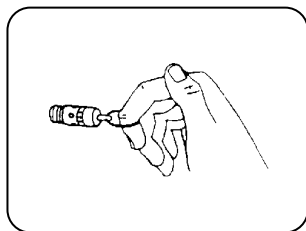

FIGURA 8.2
11. Verifique el funcionamiento del purgador manual o automático (Figura 8.2) (ajuste de los botones de tiempo en el purgador o ajuste de los parámetros P100 y P101, conforme la versión del producto).